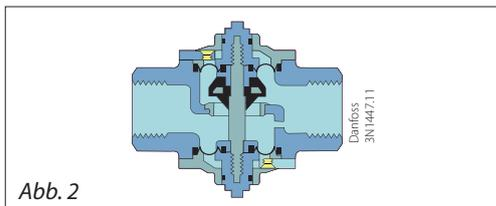

Abb. 2
2. **Abb. 2:** Ventilkörper mit Düse, Ventilkegel und Dichtungselementen